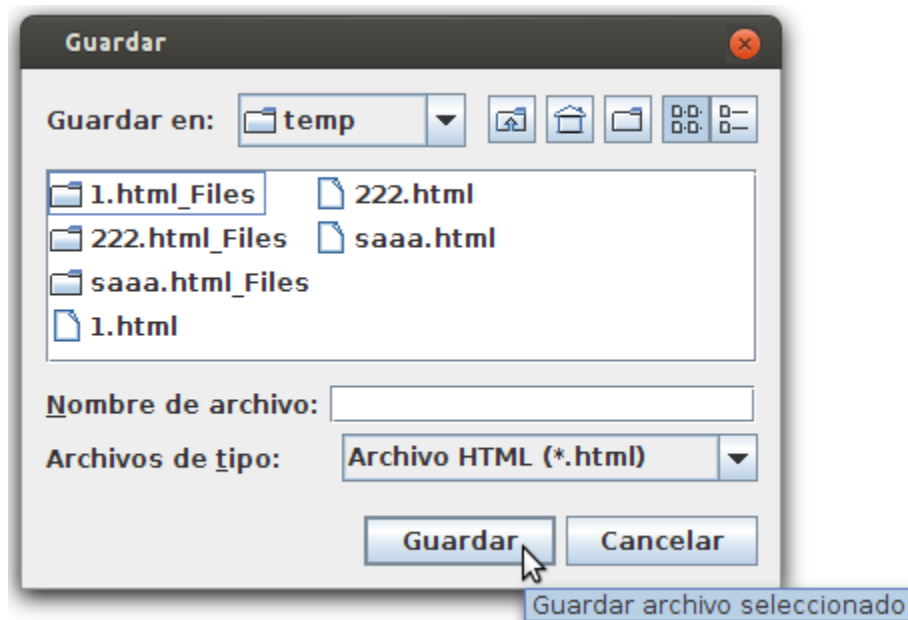

Ilustración 7: Exportación del reporte.
5. El reporte unificado se puede exportar presionando el botón **Exportar**, como se observa en la ilustración 7.